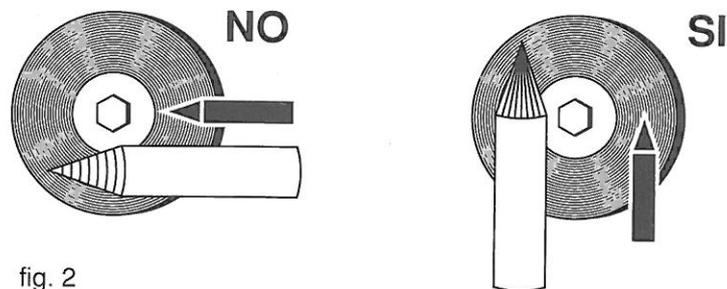

fig. 2
- Con questa saldatrice si deve usare un elettrodo  $\varnothing$  1,6 mm. di tungsteno toriato 2% (colore rosso). E' necessaria una particolare attenzione nella preparazione della punta dell'elettrodo, smerigliarla in modo che presenti una rigatura verticale come indicato in fig. 2.